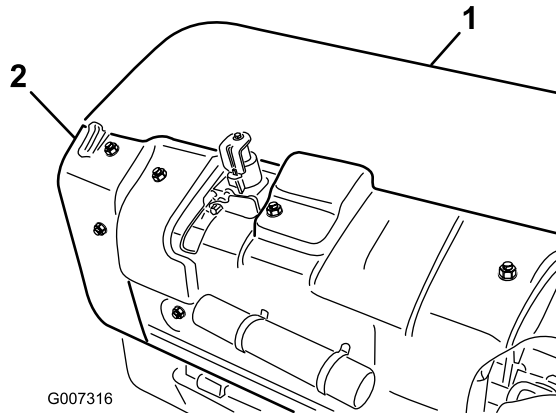

Figura 31
1. Togliete il coperchio della testa di carotatura posteriore (Figura 31).
2. Estraete i bulloni di fissaggio del carter puleggia e togliete il carter (Figura 31).